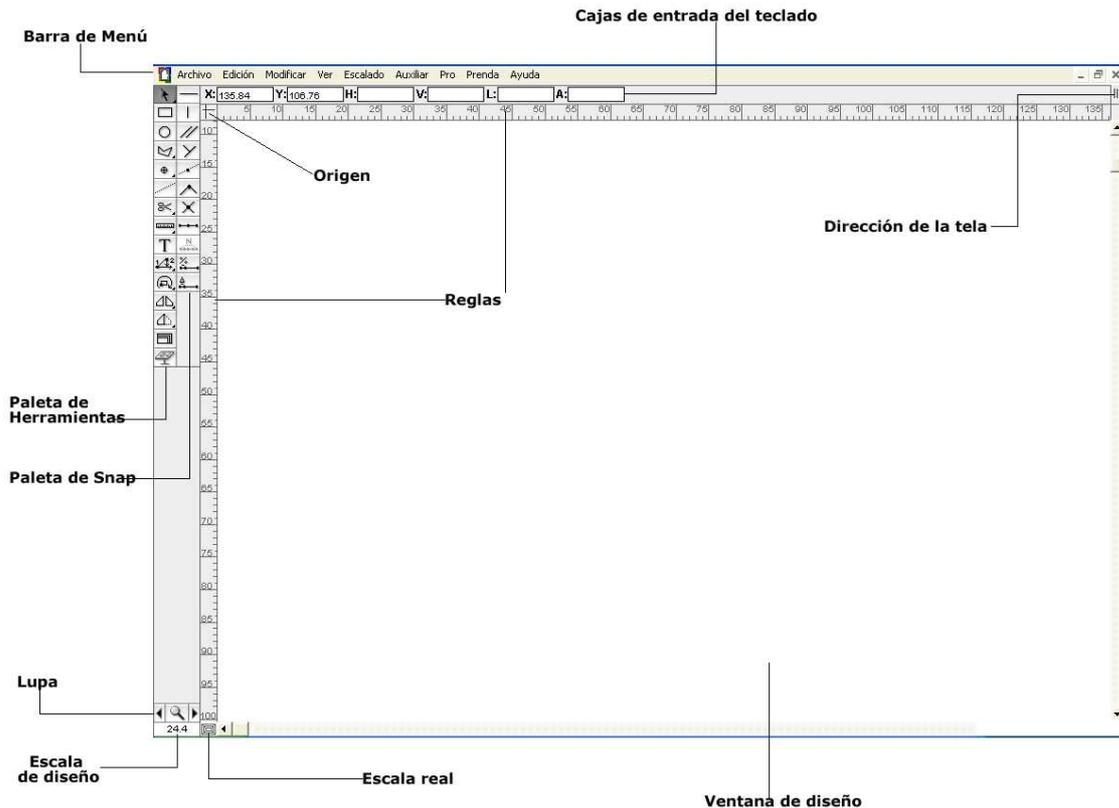

Figura 1-2 La ventana de diseño.
**La ventana de diseño:** La ventana de diseño es donde diseña todos los patrones. La Figura 1-2 muestra las áreas importantes de la ventana de diseño.